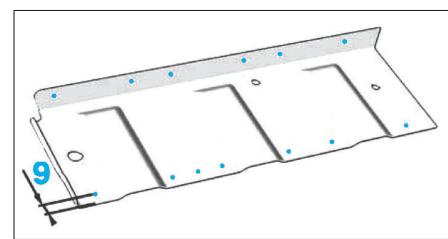
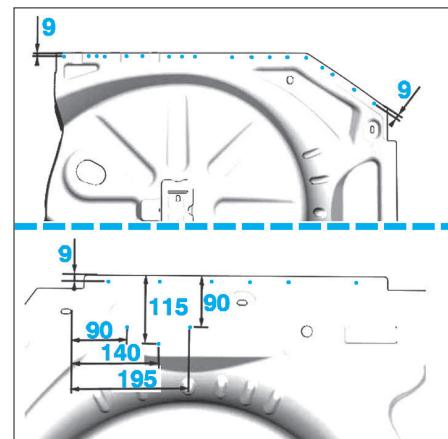

FIG. 58
FIG. 59
- Prépercer les semelles de longeron AR et le plancher AR comme illustré (Fig.58) et (Fig.59).